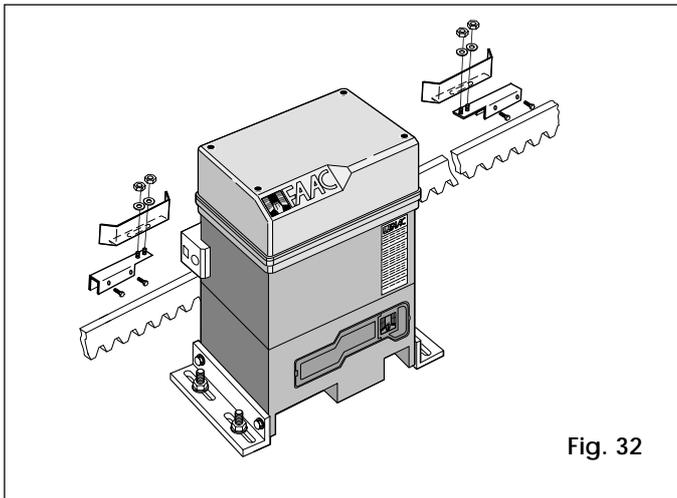

Fig. 32
- 2) Ensamblar el final de carrera centrado la placa respecto a los pernos roscados del soporte (Fig. 32).